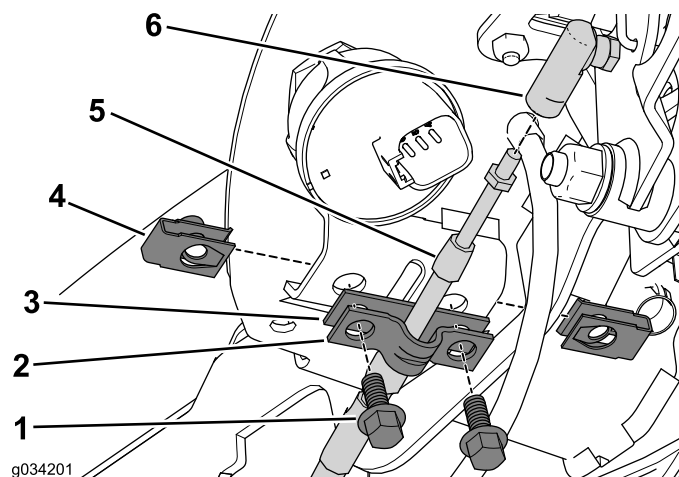

图5
1. 卸下将电缆夹和薄垫片固定至控制台总成的2个螺栓和夹紧螺母（图5）。
2. 保留电缆夹，但丢弃薄垫片（图5）。
3. 从电缆接头断开空档锁电缆（图5）。